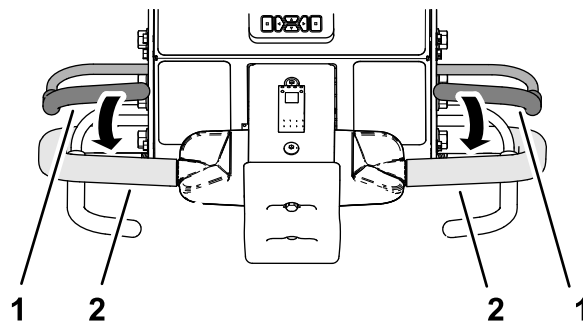

図 93
3. 左または右のハンドルバーとオペレータベイルをつかんで 図 93 ベイルを握り込む。